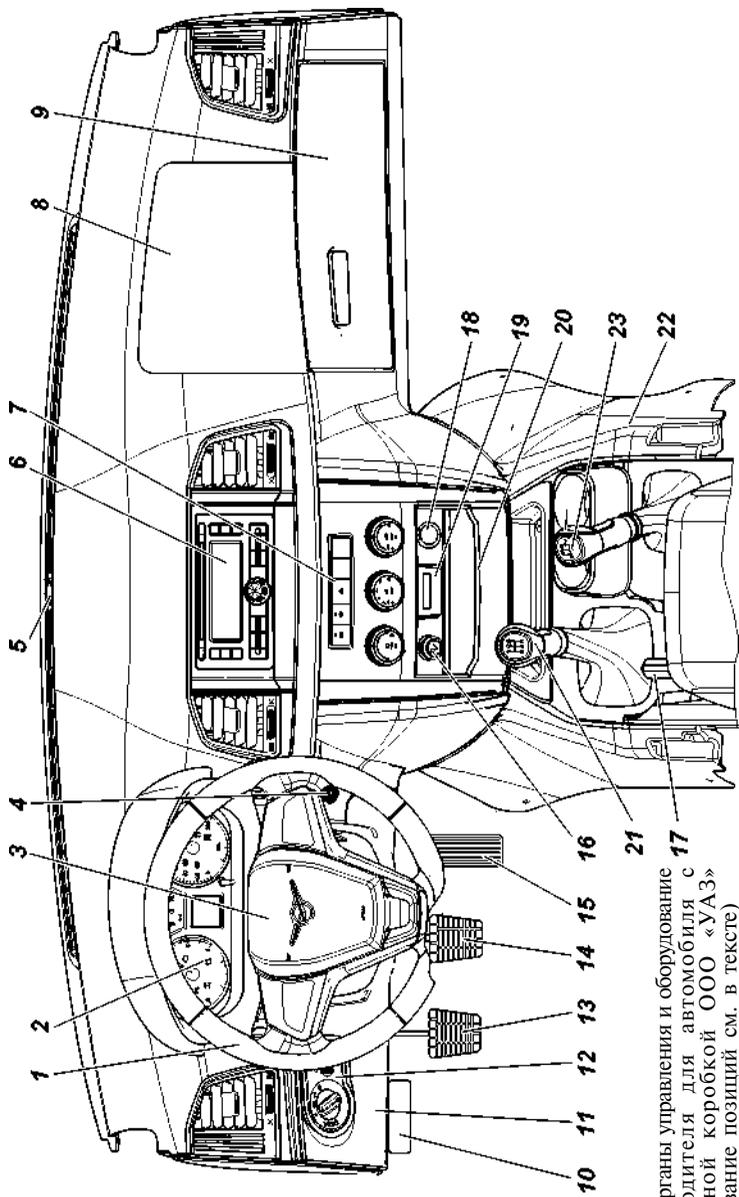

Рис. 3.2. Органы управления и оборудование места водителя для автомобиля с раздаточной коробкой ООО «УАЗ» (наименование позиций см. в тексте)
**6+** -головное устройство мультимедийной системы (рис 3.1) или упрощенный радиоаппарат (рис.3.2).